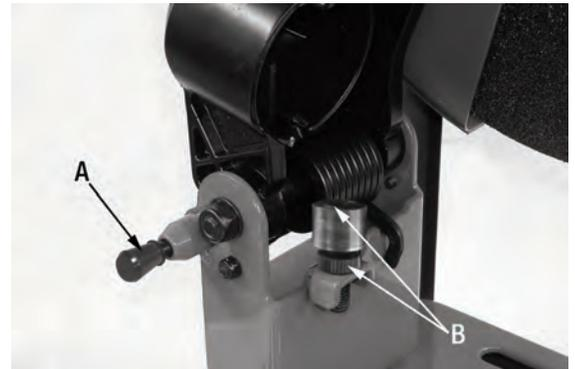

FIGURE 3
2. Poussez la poignée de la tête vers le bas et tirez le bouton de verrouillage de la tête (A) Fig.3 pour relâcher et soulever la tête.
AVERTISSEMENT: Après l'installation d'une nouvelle meule, vérifiez la position de l'arrêt de profondeur ajustable (B) Fig.3, assurez-vous que la nouvelle meule ne coupe pas la surface sous la base de votre Tronçonneuse quand qu'elle est en position basse. Défaut de se conformer pourrait entraîner des blessures graves.